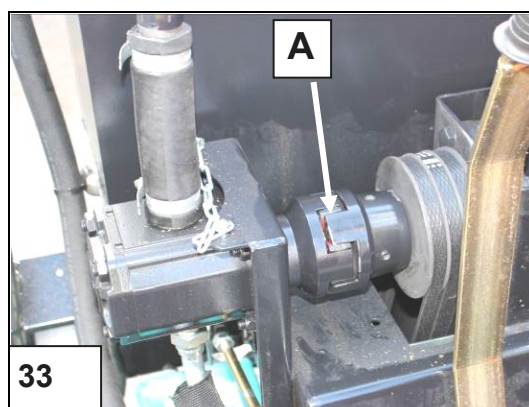

Bild 33. Hydraulpumpens koppling
- Kontrollera regelbundet gummit A i pumpkopplingen. Bild 33.